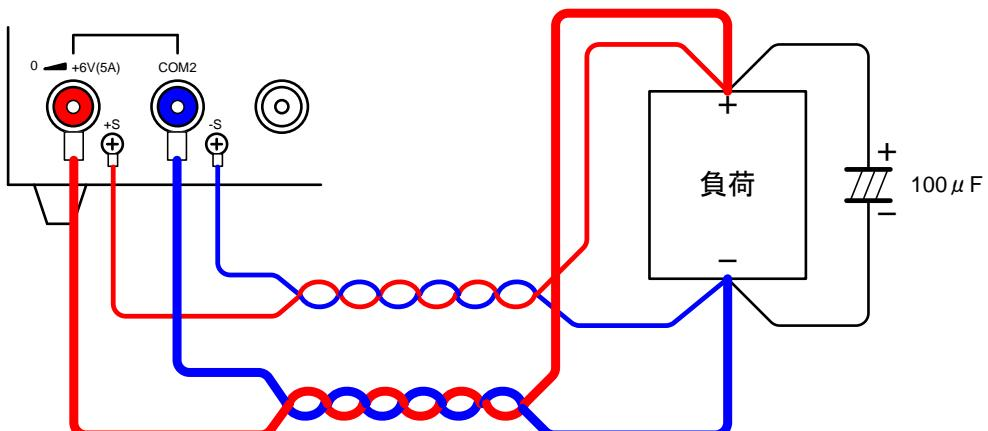

図 5-6. リモートセンシング機能を使用したときの負荷と接続
- 本器排気温度が高熱状態になり、OHA(オーバーヒートアラーム)が発生すると図 5-6. の PinNo2 がローレベルとなります。
- 図 5-6. で S1 をオン(PinNo1 と PinNo2 を短絡)することで本器をアラーム状態にすることができます。